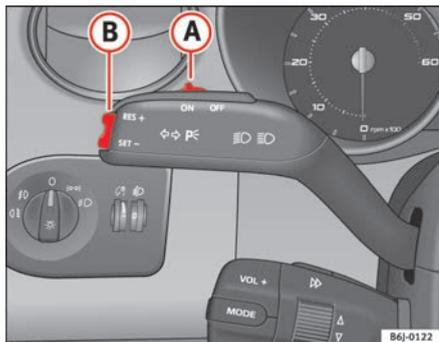

Fig. 105 Alavanca dos indicadores de direcção e máximos: comando e interruptor basculante para o regulador de velocidade
- quando se pressiona a alavanca (A) em direcção a OFF sem que chegue a encaixar.
Para retomar a regulação, soltar o pedal do travão ou da embraiagem ou reduzir a velocidade do veículo abaixo dos 180 km/h e premir uma vez a parte superior do interruptor basculante RES ⇒ página 153, fig. 105 (B).